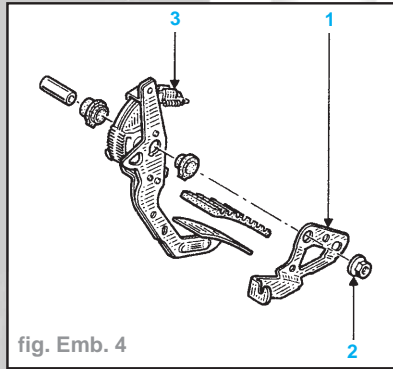

fig. Emb. 4
- le raidisseur (1) (fig. Emb. 4)
- l'écrou d'axe de pédalier (2)